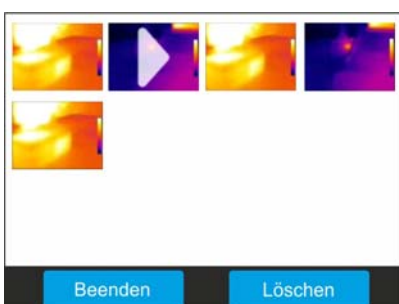

Abb. 69: Auswahl und Löschen von IR Videos
1. Berühren Sie das Symbol “Löschen” in der Galerie der IR Videos. Die folgende Bildschirmseite (siehe Abb. 69 – rechte Seite) erscheint im Display: